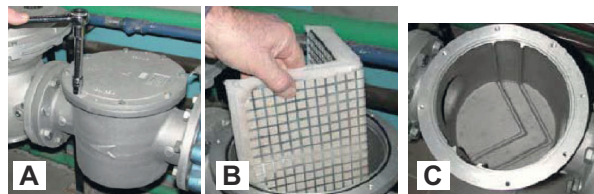

Fig. 7 -
4. VD можно монтировать, развернув на 180°, рис. 7.